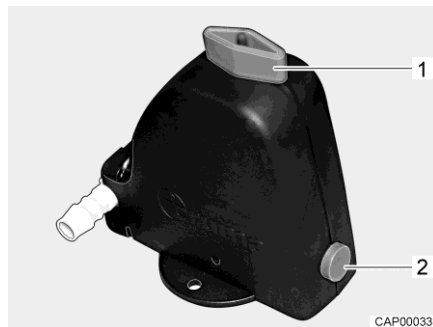

Fig. 258 Valvola di sicurezza/di scarico (Truma)
- Aprire la valvola di sicurezza/di scarico (Truma). A tal fine ruotare la manopola (Fig. 258,1) nel senso della lunghezza della valvola di sicurezza/di scarico. Il bottone automatico (Fig. 258,2) scatta all'infuori.